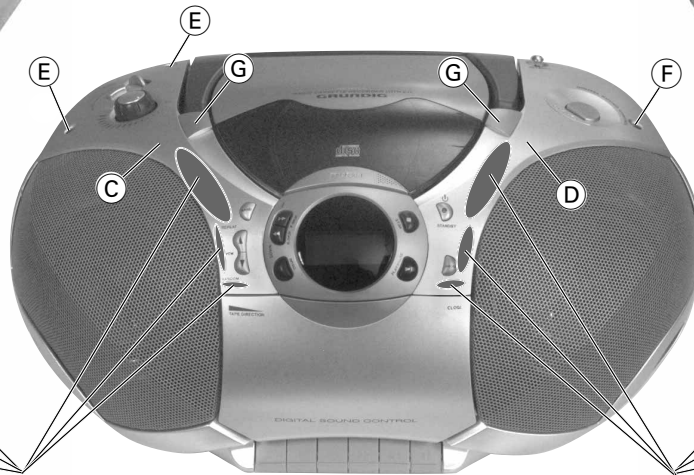

Fig. 3
- 2 Schrauben (E) und Schraube (F) herausdrehen (Fig. 3).
- Die beiden Abdeckungen (G) (Fig. 3) abnehmen und die darunter liegenden Schrauben herausdrehen.
- Undo the 2 screws (E) and the screw (F) (Fig. 3).
- Remove the two covers (G) (Fig. 3) then undo the screws located below.